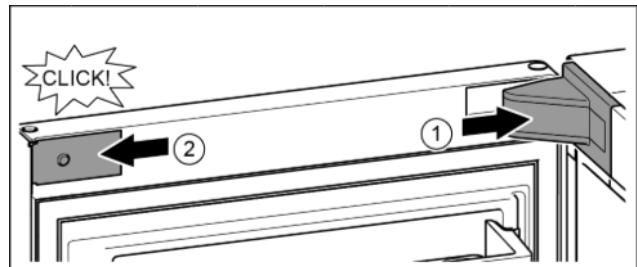

Fig. 17
- ▶ Poser et enclencher le cache du support de palier, l'introduire en appuyant délicatement. Fig. 17 (1)
- ▶ Mettre en place le cache latéralement et l'enclencher. Fig. 17 (2)